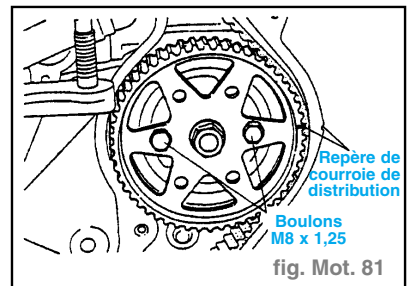

fig. Mot. 81
- Vérifier que les repères de courroie de distribution sont bien alignés. (fig. Mot. 81)